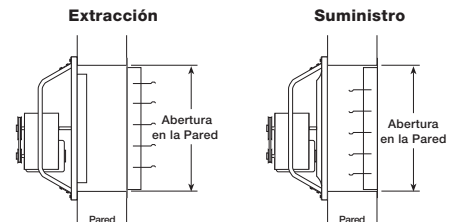

Figura 3 — Instalación Directa en la Pared
3. La Figura 3 muestra la abertura en la pared recomendada para instalaciones directas en la pared.